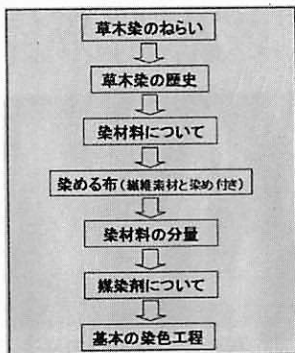

図3 ビデオ教材構成図
- 作品を活用したタイトル画面は写真13、ビデオ教材の構成は図3のとおりである。